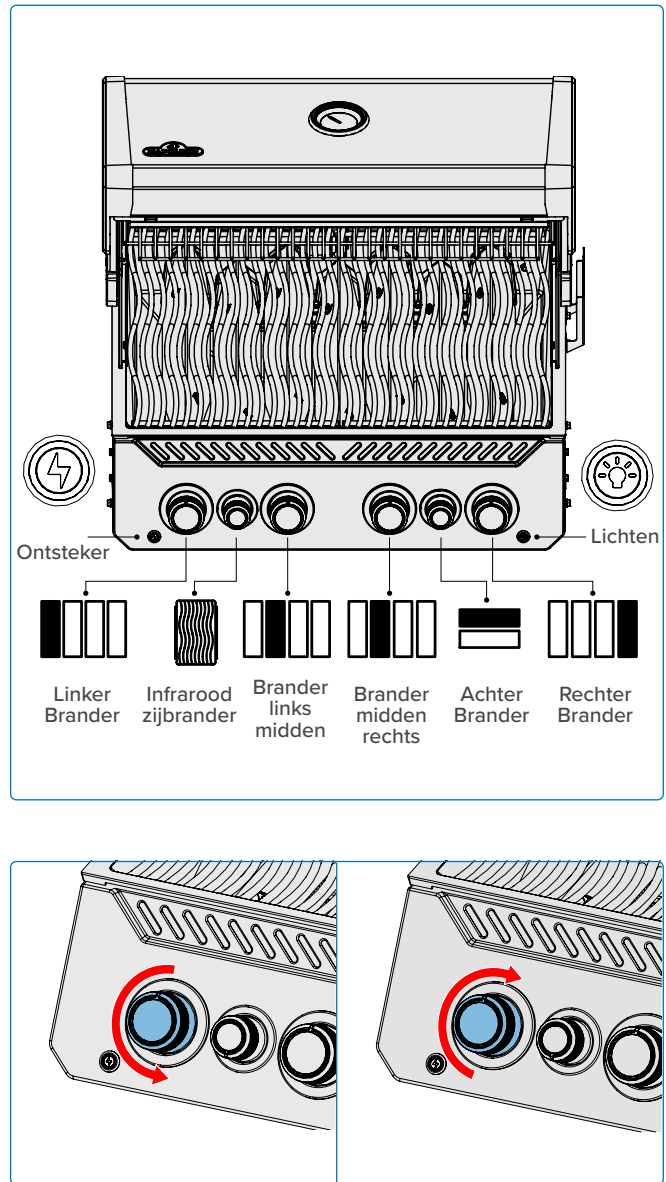

Fig. 6
4. Als de waakvlam en brander binnen 5 seconden niet branden – draai de bedieningsknop met de klok mee naar de UIT-positie. Wacht 5 minuten om het gas te laten verdwijnen. Herhaal stap 2 en 3, of steek aan met een lucifer. **(Fig. 6).**
5. Als de brander niet brandt – draai de bedieningsknop van de brander met de klok mee naar de UIT-positie. Wacht 5 minuten. Herhaal stap 3 en 4. **(Fig. 6).**